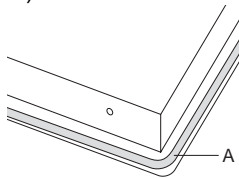

Fig. 13: Bande d'étanchéité
2. Enlevez la feuille de protection de la bande d'étanchéité (A) et collez la bande le plus possible à l'extérieur, sur la partie inférieure de la glace (voir fig. 13).